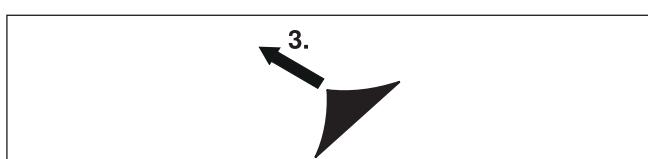

Abb. 5 Etikett abziehen
- Ziehen Sie das Hinsetikett ab, damit das Solarpanel mit Sonnenenergie versorgt werden kann (Abb. 5).